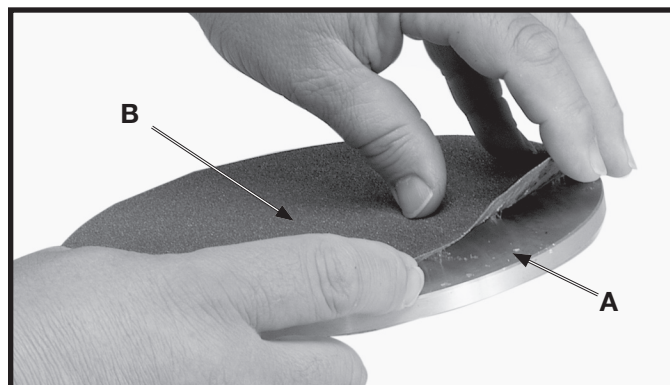

Fig. 8
1. Asegúrese que el plato del disco (A) Fig. 8 esté limpio.
2. Quite el respaldo adhesivo del disco de lijado y oprima el disco de lijado (B) firmemente sobre el plato del disco (A), como lo ilustra la Fig. 8.